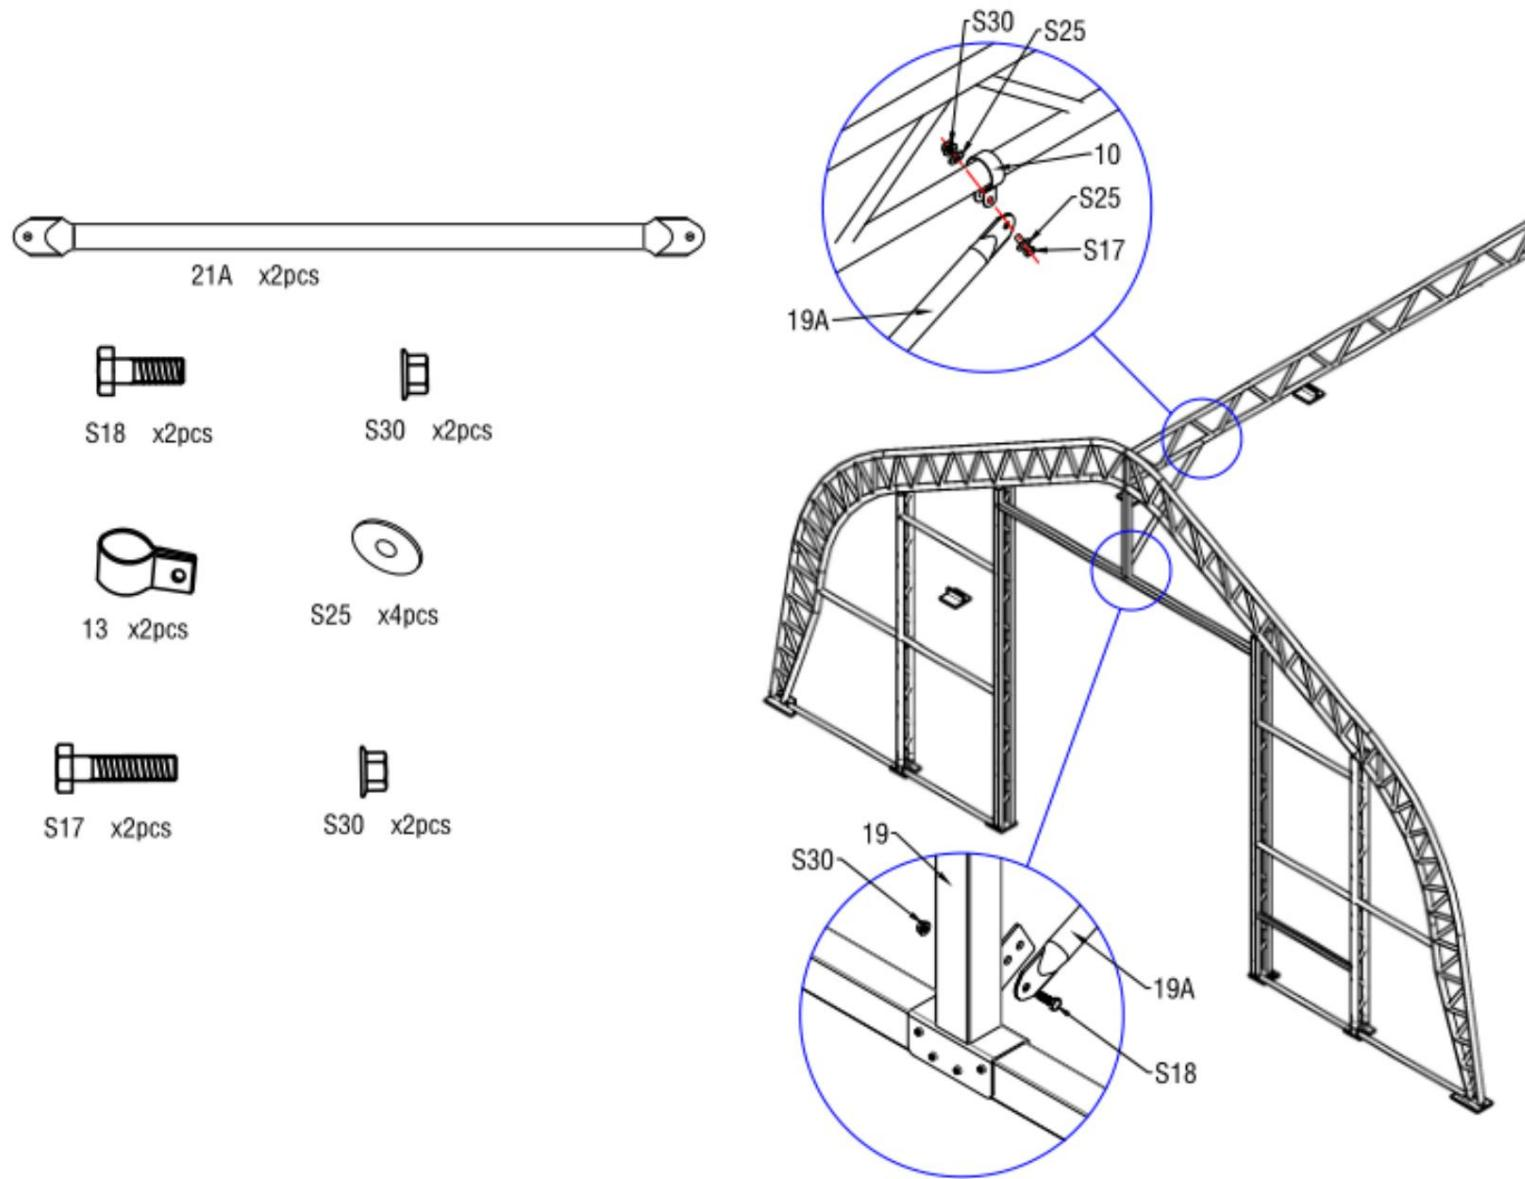

Figure 15
2. Fixez les clips (n° 13) sur les pannes à double ferme (n° 8) et installez le tube de support diagonal pour poutre de porte (n° 21A) sur les clips comme illustré à la figure 15. Veuillez connecter le tube de support diagonal pour poutre de porte (n° 21A) entre le cadre de porte et les pannes à double ferme (n° 6) à l'aide de vis M10x30 (n° S18) et M10x50 (n° S17) avec une rondelle plate M10 (n° 25).